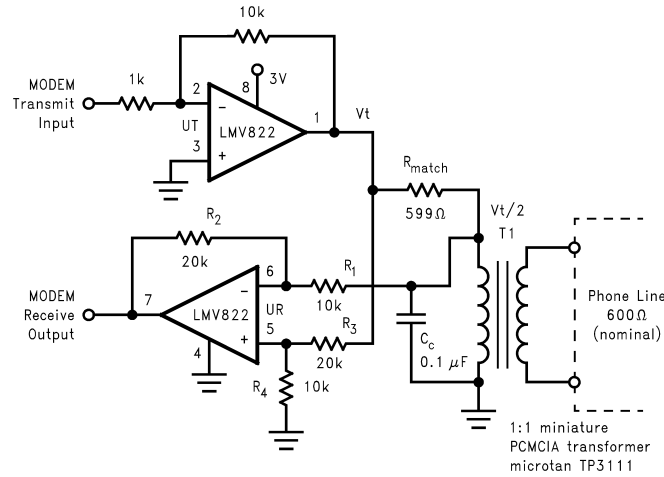

图 39. 用于 PCMCIA 调制解调器卡的电话线路收发器
图 39 的电话线路收发器通过 PCMCIA 微型变压器提供全双工连接。接收机部分 (UR) 的差分配置消除了从发射机部分 (UT) 接收的问题。请注意，UR 的差分配置的输入信号包括发射电压 (V_T) 和 $V_T/2$ 。这是因为选择的 R_{match} 需要与耦合的电话线路阻抗相匹配；所以将 V_T 除以 2 (假设 $R_1 \gg R_{match}$)。